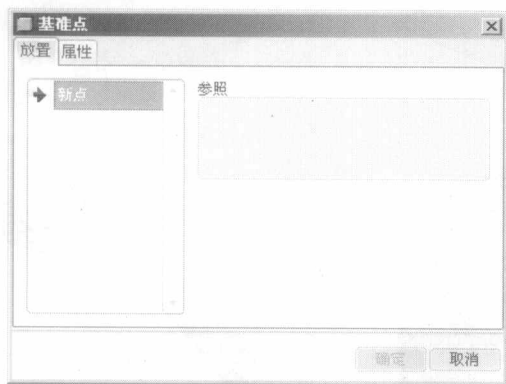
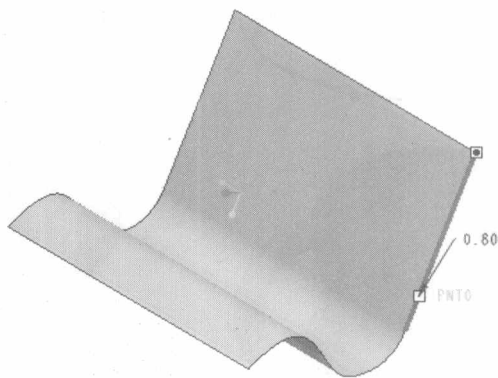

图 2-1 “基准点”对话框
图 2-2 单击边界
Step1: 单击  按钮，弹出“基准点”对话框，如图 2-1 所示。在边界上单击，边界上会显示点偏移值，如图 2-2 所示。